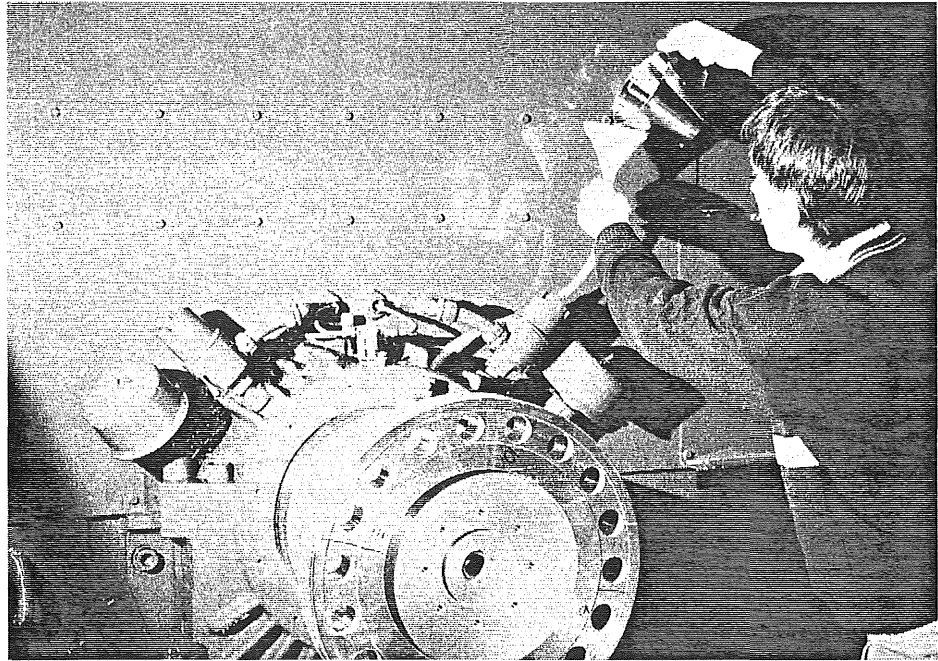

Figure 3-2.
- Verser à l'aide d'un entonnoir environ 1.5 litres d'huile aux deux extrémités de la machine, c'est-à-dire l'extrémité D et l'extrémité ND, voir Figure 3-2, page 13